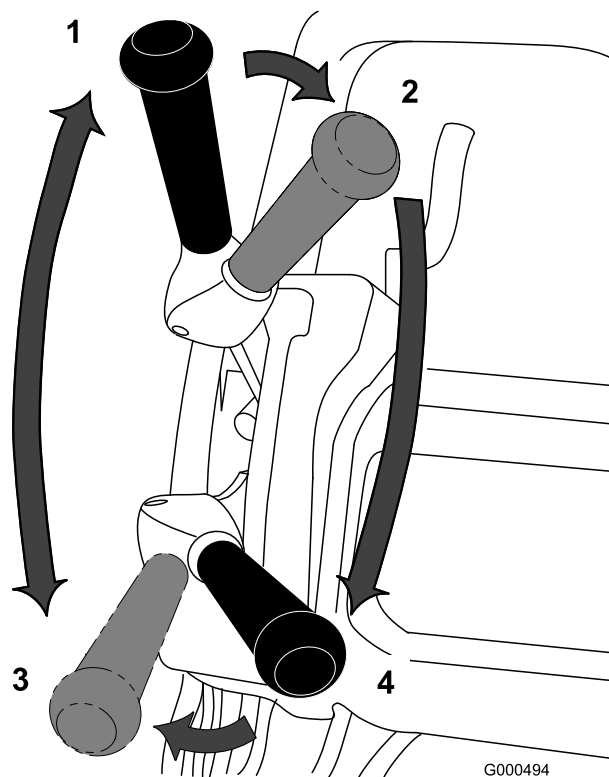

図 18
1. エンジンを始動、スロットルを下げ、カッティングユニットを上げる（ハンドルを下げる）。走行レバー（図 18）を「走行」に入れ、グリーンのカラー（縁）に入る。
2. 走行を「解除」とし、リールレバー（図 18）を回転側に倒す。
3. 走行レバーを「走行」に入れ、スロットルで希望の走行速度に調整し、グリーンへ移動する。希望位置に来たらカッティングユニットを下ろして刈り込み作業を始める（図 18）